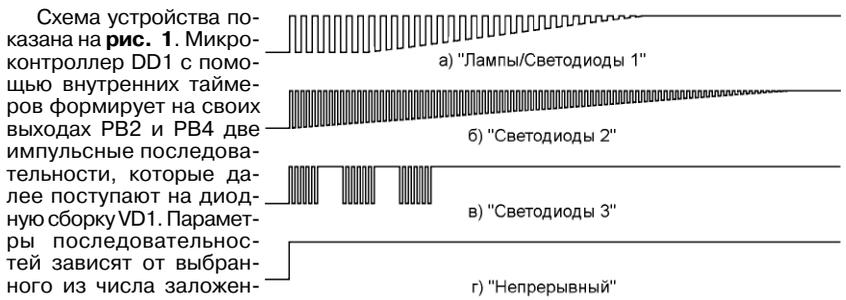

Рис. 2
Для сигналов торможения на базе ламп накаливания, обладающих значительной инерционностью, реализован алгоритм управления с переменной яркостью пауз между их вспышками (рис. 2, а). В ходе его выполнения лампы вспыхивают с частотой около 7,5 Гц. После седьмой вспышки яркость ламп в паузах начинает монотонно расти. Приблизительно с пятой секунды после начала торможения лампы светят непрерывно.
2. Отличие алгоритма "Светодиоды 2" (рис. 2, б) состоит в том, что вспышки следуют с вдвое большей частотой (около 15 Гц), а увеличение яркости пауз между вспышками начинается сразу после первой вспышки, но про-
3. Согласно алгоритму "Светодиоды 3" (рис. 2,в), формируются одна за другой три одинаковые пачки вспышек, после чего сигналы торможения переходят в режим постоянного свечения. Каждая пачка состоит из пяти коротких вспышек, следующих с частотой около 15 Гц, и одной длинной вспышки (300 мс). Переход к непрерывному свечению происходит приблизительно через 2 с после начала торможения.
И наконец, устройство при необходимости может работать в режиме непрерывного свечения дополнительных сигналов торможения сразу после их включения. Это реализуется алгоритмом "Непрерывный" (рис. 2,г). Такой режим допустим как для ламп накаливания, так и для светодиодов.